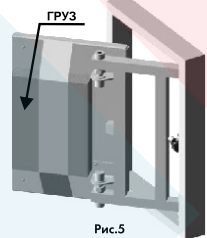

Рис.5
5. Во избежание провисания дверцы, при монтаже средних и больших люков, используя подручные средства, закрепить на специальном крючке (или на винченном в раму дверцы саморезе) на внутренней стороне дверцы груз, в 1,5-2 раза превышающий вес наклеиваемой плитки (Рис.5).